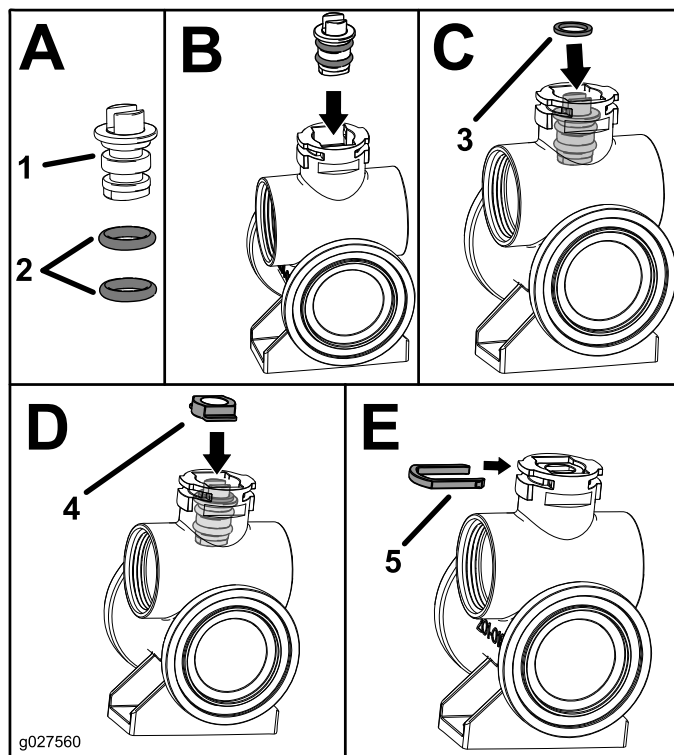

図 4
1. バルブのステムにグリスを塗り、新しいステム用 Oリングを取り付ける 挿入図 A; 図 4。
2. バルブステム・アセンブリをバルブボディに取り付ける 挿入図 B; 図 4。
3. バルブステム・アセンブリにスラストワッシャを取り付ける 挿入図 C; 図 4。
4. バルブステム・アセンブリにステム・リテーナを取り付ける 挿入図 D; 図 4。
5. ステムリテーナのヘアピンを外取り付ける 挿入図 E; 図 4.